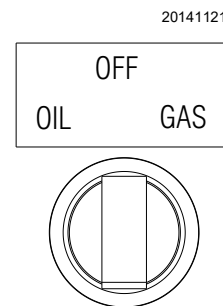

Abb. 33
- den Wählschalter des Brennstoffs auf „**GAS**“ (Abb. 33) stellen.